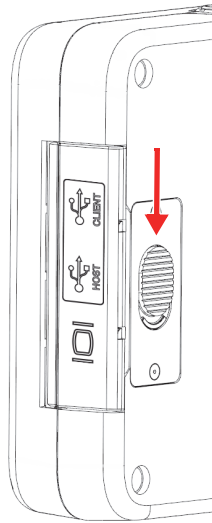

Figura 3-3 Botão de liberação da porta de dados
1. Pressione o botão de liberação da tampa e deslize-a em direção à parte inferior do aparelho para desbloquear a tampa da porta de dados (veja Figura 3-3 na página 44).